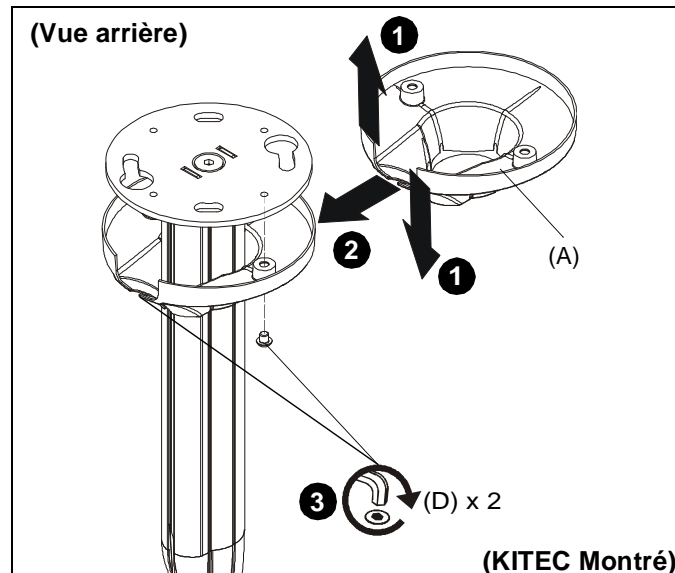

Figure 22
1. Placez le couvercle de la plaque pour plafond (A) de sorte qu'il soit possible de l'enrouler autour de la colonne d'extension. (Voir la Figure 22)
2. Enroulez le couvercle de la plaque pour plafond (A) autour de la colonne d'extension. (Voir la Figure 22)
3. Utilisez les vis à tête ronde (D) de M6 x 6 mm pour fixer le couvercle de la plaque pour plafond (A) à la plaque du CPA116. (Voir la Figure 22)